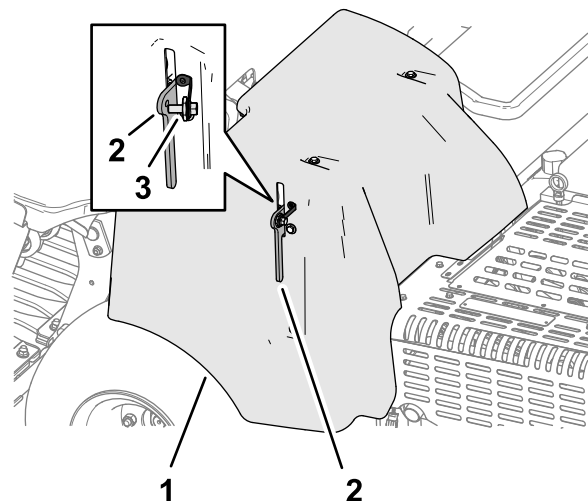

Bild 147
4. Wenn Ihre Maschine mit einem CE-Gurtschloss der Riemenabdeckung ausgestattet ist, setzen Sie die Schraube des Gurtschlosses in das Loch des Schlosses ein und ziehen Sie die Schraube fest (Bild 147).